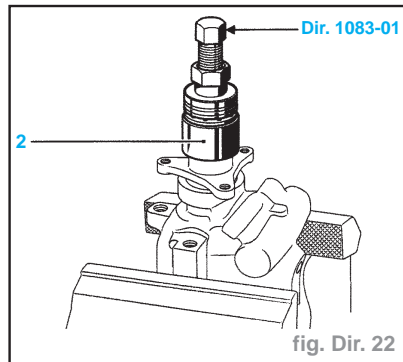

fig. Dir. 22
- Mettre en place le moyeu (neuf) et l'emmancher à l'aide de l'outil **Dir. 1083-01**. L'enduire préalablement de graisse multifonctions pour faciliter la repose (fig. Dir. 22).